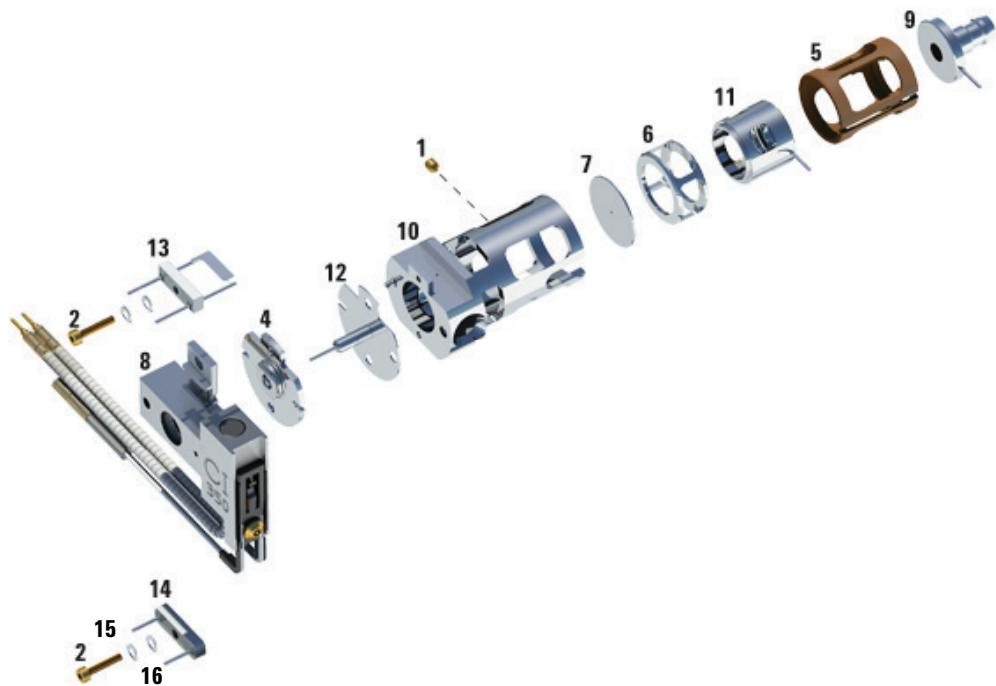

図 35 CI イオン源の分解
- イオン源ヒーターアセンブリをイオン源本体から取り外します。イオン源ヒーターアセンブリは、イオン源ヒーター、リペラ、および関連部品からなります (図 35 を参照してください)。
- リペラからセラミックインシュレータを取り外して、リペラアセンブリを分解します (図 35 を参照してください)。
- レンズをイオン源本体から引き出し、レンズインシュレータ、イオンフォーカスレンズ、ドローアウトシリンド、ドローアウトレンズ、およびエントランスレンズを分離します (図 35 を参照してください)。
表 24 CI イオン源の部品リスト (図 35)
表 24 CI イオン源の部品リスト (図 35) (続き)